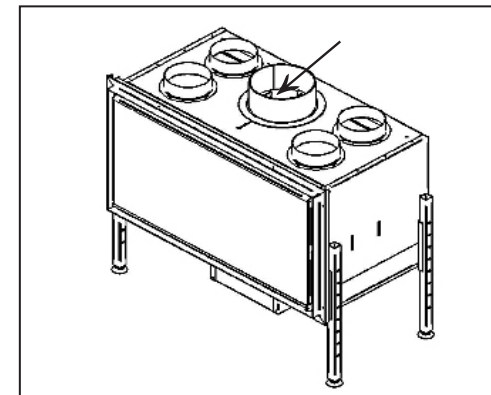

FIG. 3
- Aprire la porta del caminetto (fig.3).
- Svitare i tre bulloni (fig. 3)
- Dévissez les 3 vis (FIG 3)